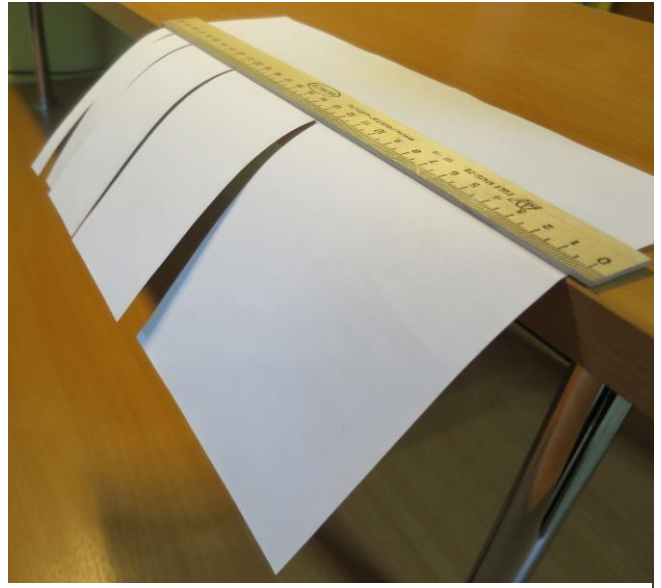

Рисунок 5.
1. На чистом листе бумаги делаем разрезы, которые делят его на полоски разной ширины (рис. 5). Убеждаемся, что в пределах погрешности (связанной с неоднородностью бумаги) стрела прогиба не зависит от ширины полосок, следовательно, $s = p = 0$.